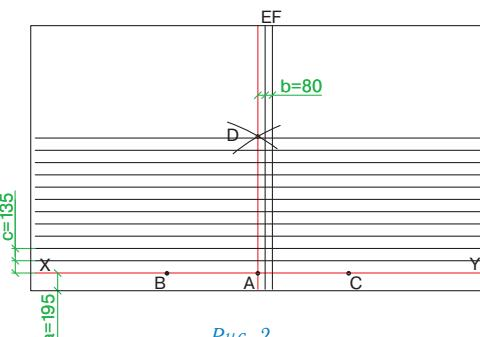

Рис. 2
Укладка материала (рис. 2)
- Начальный ряд формируется из листов черепицы ВЕРСАЛЬ с обрезанными лепестками. Полученные таким образом полосы шириной 19,5 см укладываются по линии карниза в обе стороны от линии Z (рис. 2а) и фиксируются по нижнему краю битумной мастикой, а по верхней кромке 4 гвоздями (ось гвоздей на 5 см ниже верхнего края полосы);
- далее первый ряд черепицы укладывается от линии AD (рис. 2б);
- второй ряд укладывается от линии Z (со смещением 16,6 см от AD) (рис. 2б);
Каждый лист гибкой черепицы ВЕРСАЛЬ крепится 4 гвоздями таким образом, чтобы гвоздь прошивал и верхний край низлежащего листа черепицы (рис. 2б).
Разметка крыши (рис. 2)